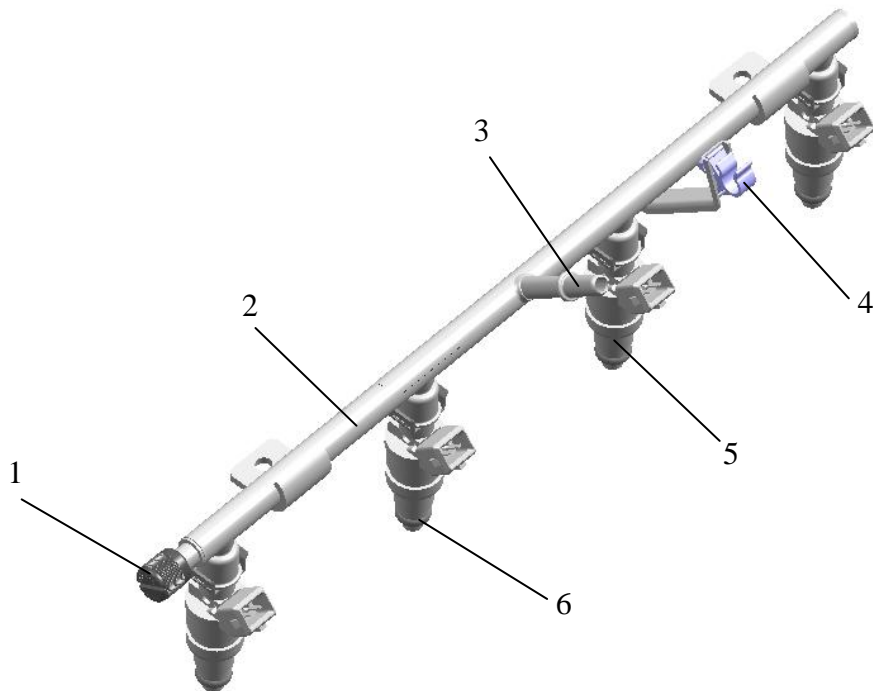

Рис.32. Топливная рампa двигателя с форсунками:
**Топливная рампа с форсунками** (рис.32) - стальная, круглого сечения, бессливная. Топливная рампа с четырьмя форсунками закрепляется на впускной трубе двумя винтами.